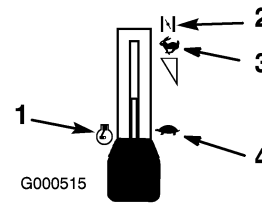

Figura 8
3. Mueva la palanca del acelerador a la posición Estárter antes de arrancar el motor si éste está frío (Figura 8).
5. Cuando el motor arranque, mueva el acelerador a la posición Rápido (Figura 8). Si el motor se cala o funciona irregularmente, vuelva a
1. Ponga el acelerador en Rápido (Figura 8).